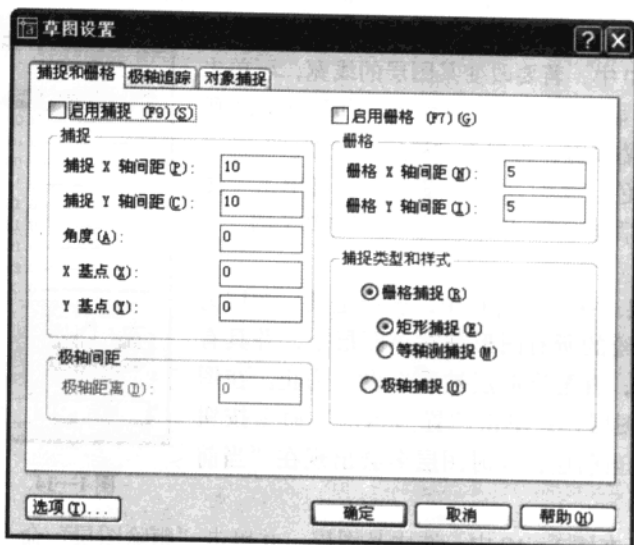

图 1—15 “草图设置”对话框: “捕捉和栅格”选项卡
AutoCAD 2005 提供了多种辅助工具和模式, 使得绘图更容易。掌握了这些工具的使用方法, 可以更快、更准确地绘制图形。在状态栏上的“捕捉”“栅格”“极轴”“对象捕捉”或“对象追踪”上单击鼠标右键, 然后选择“设置”, 将出现“草图设置”对话框, 如图 1—15 所示。
(1) 栅格的设置 栅格是用来辅助绘图的点阵, 其行列间距可设定, 可随意将其显示或隐藏。栅格布满图形界限之内, 它不是图形一部分, 因此不会被打印。在图 1—15 中, 单击“启用栅格”复选框使其出现“√”, 打开栅格 (清除“√”, 栅格关闭)。可在“栅格”区域的“栅格 X 轴间距”和“栅格 Y 轴间距”框中分别输入设定水平和垂直栅格间距的值, 两值可以不同。最后单击“确定”按钮, 关闭此对话框。